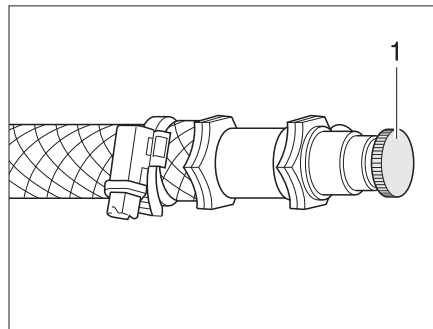

Fig. 288 Soupape de purge pour le chauffage à eau chaude
- Ouvrir la soupape de purge (Fig. 288,1) et la laisser ouverte, jusqu'à ce l'air soit complètement évacué du circuit.